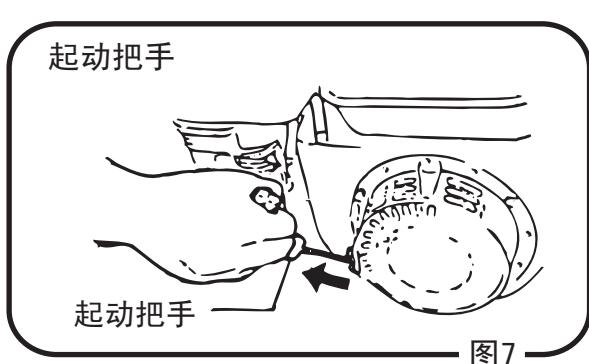

图7
5. 握住抽拉反冲式起动器的手柄，稍微拉一下，会有轻微的反作用力。此时，再猛一拉。但拉的幅度如果太大，则有将引绳拔出来的危险，所以要注意。另外，在拉出后应不要一下松掉手柄，而要继续握住，慢慢放回到起动器处，然后，再松开手。(图 7)